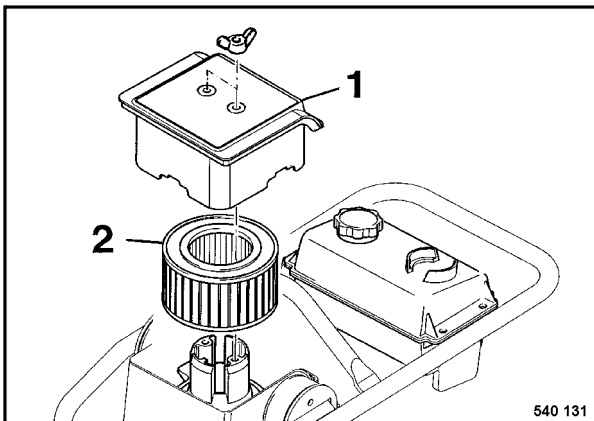

Fig. 4
- Desmontar la tapa 1 (Fig. 4), extraer el cartucho filtrante (2) con mucho cuidado.